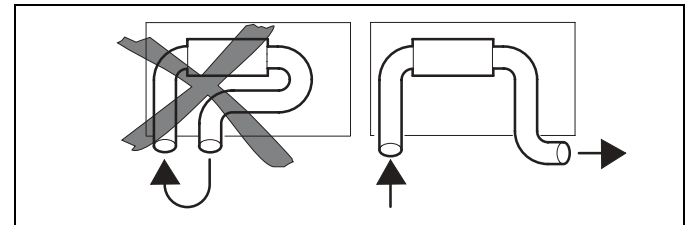

Fig. 7 Entrée et sortie de l'air du chauffage
- court-circuit d'air entre l'arrivée et la sortie de l'air de l'appareil de chauffage (figure 7)